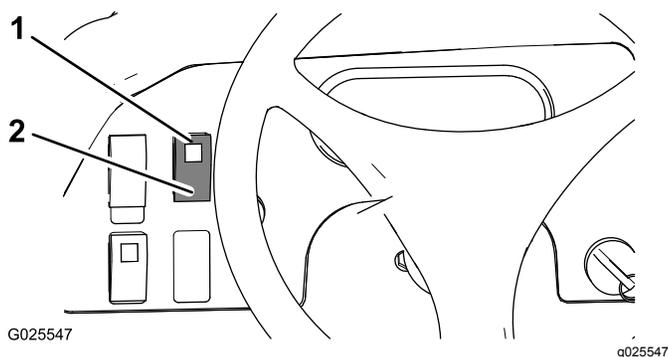

Рисунок 24
- Чтобы заблокировать дифференциал, нажмите выключатель блокировки дифференциала вверх (Рисунок 24).
- Чтобы разблокировать дифференциал, нажмите выключатель блокировки дифференциала вниз (Рисунок 24).